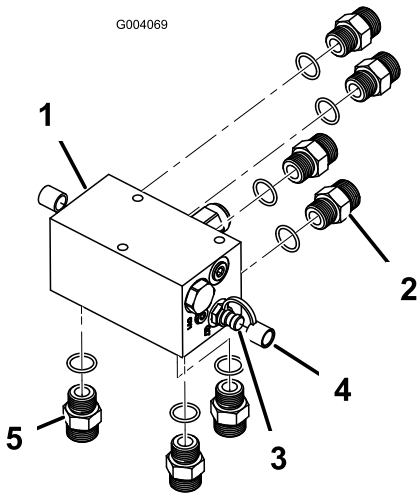

Figura 4
1. Instale 4 acoplamientos hidráulicos rectos en la parte trasera del colector (Figura 4).
2. Instale 2 acoplamientos diagnóstico en cada lado del colector, con sus tapones guardapolvo correspondientes (Figura 4).
3. Instale 3 acoplamientos hidráulicos rectos en la cara inferior del colector (Figura 4).